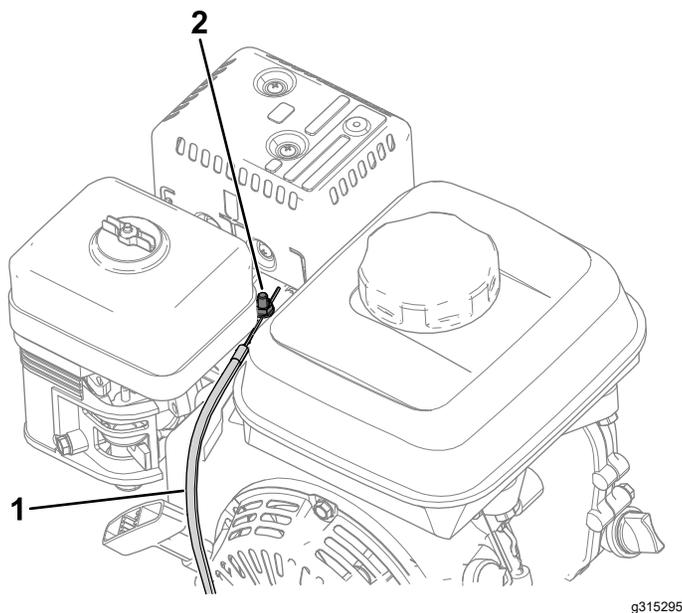

Figure 37
4. Desserrez la vis de serrage du conduit du câble (Figure 37).